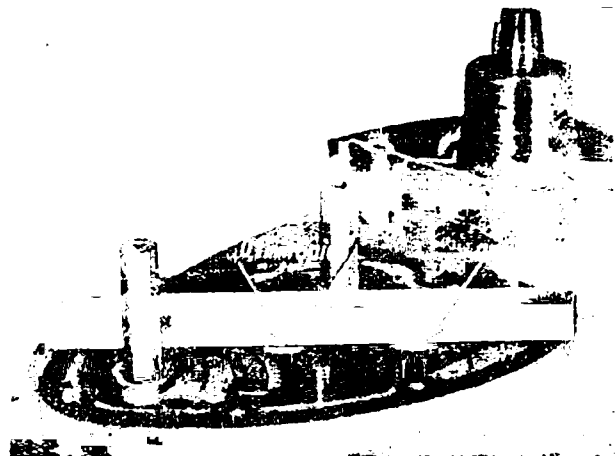

Bild 125. Prüfen des Axialspieles von Kurvenwalze und Vorgelegewelle
29. Lineal so auf Gehäuseränder auflegen, wie Bild 125 zeigt.